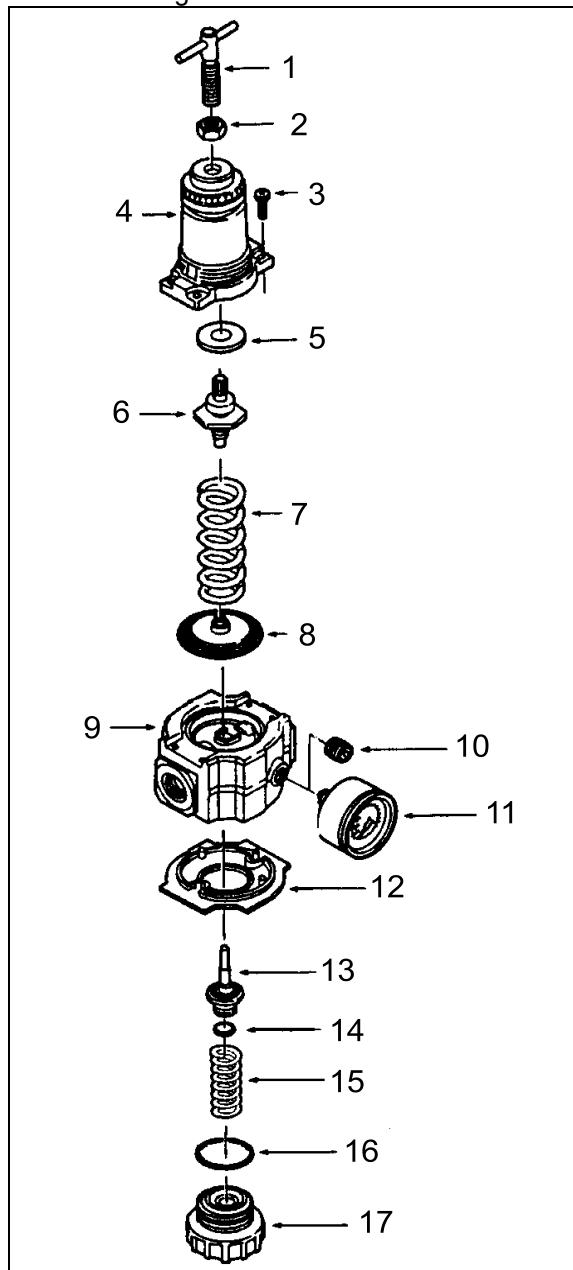

FIGURE 40: RÉGULATEUR DE PRESSION PNEUMATIQUE 16035
1. Avant de pressuriser le système à air comprimé, relâcher l'écrou de blocage (2, Figure 40) puis faire tourner dans le sens antihoraire la poignée de réglage du régulateur jusqu'à ce qu'il n'y ait plus de tension sur le ressort de régulation.
5. Serrer l'écrou de blocage (2, Figure 40) pour bloquer le régulateur à la pression requise.
1. Couper la pression d'admission et réduire à zéro la pression dans les conduites d'admission et de sortie. Faire tourner la poignée de réglage de régulateur (1, Figure 40) dans le sens antihoraire jusqu'à ce qu'il n'y ait plus de tension sur le ressort de régulation. Le régulateur peut être démonté sans enlever la conduite d'air.
1. Lubrifier les joints toriques (14 et 16, Figure 40), la tige de soupape (13), l'extrémité de la